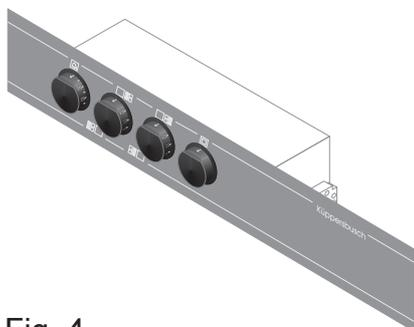

Fig. 4
- Colocar el panel de mandos Fig. 4 con los elementos de control en el recorte frontal superior preparado. Colocar la prolongación de la lleve sobre el eje de la misma, para ello soltar primero el tornillo del estribo de seguridad. Después de colocado volver a apretar el tornillo en el estribo de seguridad, de esta manera la unión está fijada.